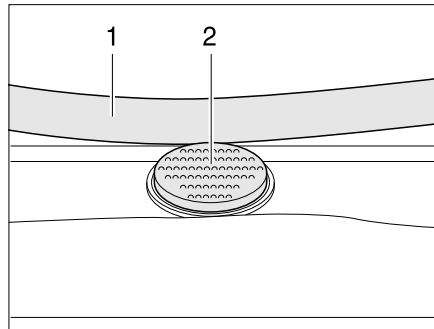

Bild 87 Sicherungsknopf an der Heki-Dachhaube
Öffnen: ■ Den Sicherungsknopf (Bild 87,2) drücken und den Bügel (Bild 87,1) mit beiden Händen nach unten ziehen.
■ Den Bügel mit beiden Händen nach oben drücken, bis der Bügel oberhalb des Sicherungsknopfes (Bild 87,2) liegt.
- Den Sicherungsknopf (Bild 87,2) drücken und den Bügel (Bild 87,1) mit beiden Händen nach unten ziehen.